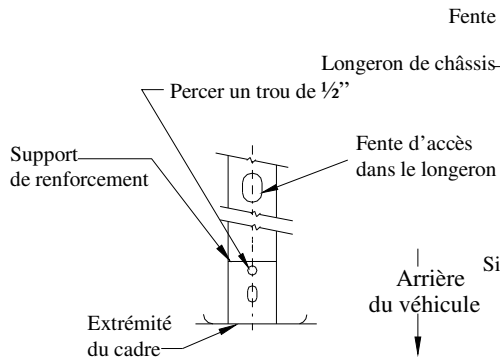

Figure 2
①	Qté (4)	Boulon de carrosserie – 1/2-13 x 1.75	④	Qté (2)	Rondelle conique – 1/2"
②	Qté (4)	Espaceur – 1/4 x 1 x 3	⑤	Qté (4)	Écrou hexagonal – 1/2-13
③	Qté (2)	Rondelle frein – 1/2"
2. Repérer le trou de 3/8 po dans le support de renforcement qui est soudé au longeron de châssis (voir figure 2). Marquer le centre au pointeau et percer un trou de 1/2 po dans le longeron de châssis, élargissant ainsi le trou de 3/8 po du support de renforcement à 1/2 po, des deux côtés.